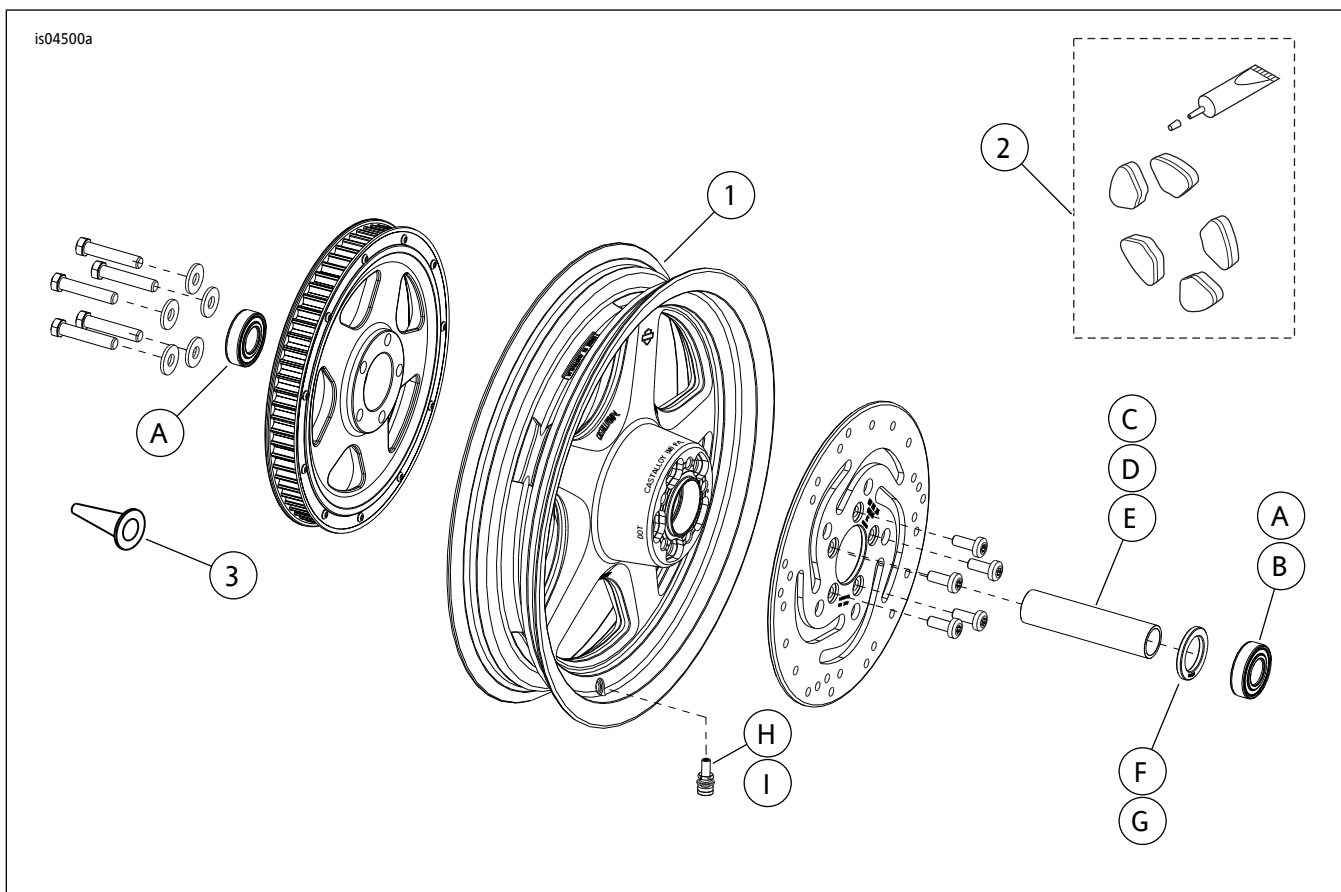

图1. 维修零件：Thunderstar后轮
参见图1和表2。
2. 参见图1。在车轮上安装阀杆组件(H或I)。参阅维修手册。